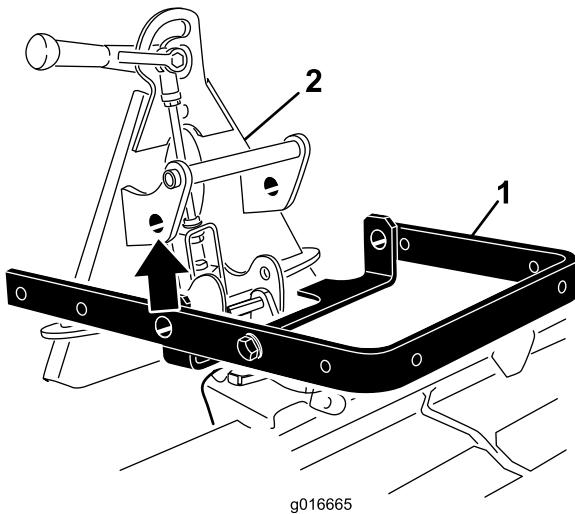

**Figura 3**
1. Fije el conjunto de pivote al rastrillo de dientes con un perno de cuello largo, dos (2) arandelas y dos (2) contratuercas, ubicándolos según se muestra en la Figura 3.